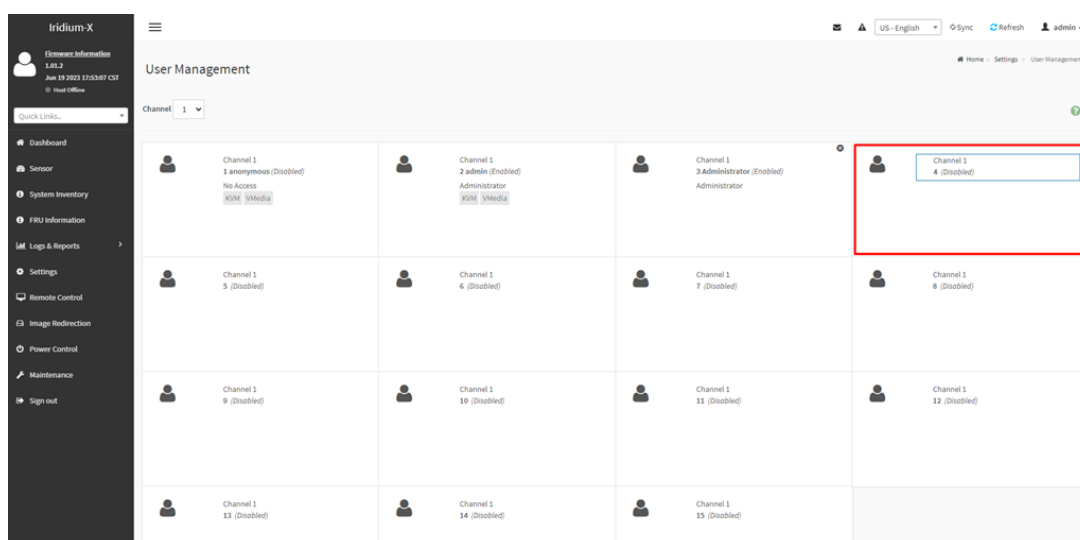

Рисунок 50 – Окно управления пользователями
- Нажать на изображение силуэта (см. Рисунок 50).